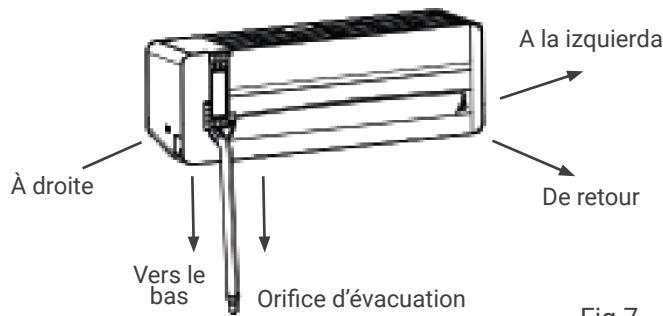
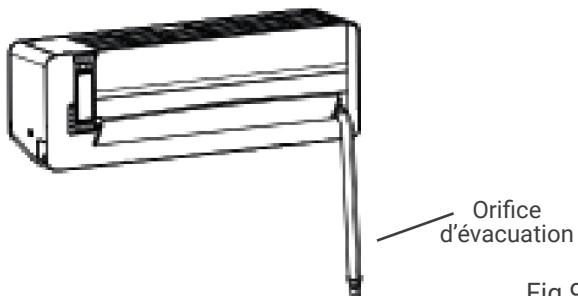

Fig.7
Fig.9
2. Connexion du tube arrière gauche (similaire au tube inférieur gauche). (facultatif, voir figure 9)
Remarques: La figure de gauche est disponible pour la position du tuyau de vidange, voir Fig. 7. La figure de droite est disponible pour la position du tuyau de vidange, voir Fig. 9.